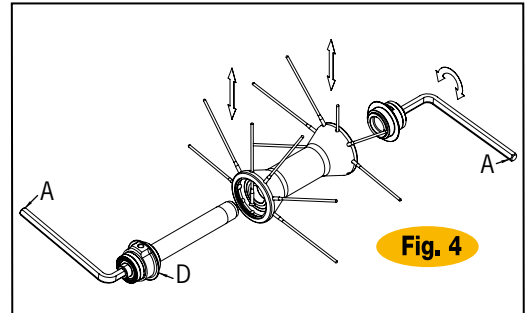

Fig. 4
- Enfiler deux clés 6 pans (A) dans les contre-écrous à l'extrémité des moyeux et dévissez les dans le sens contraire des aiguilles d'une montre (Fig.4).
- Retirez le rayon à changer et insérez le nouveau rayon (Fig.4).
- Il est éventuellement possible d'effectuer un réglage grâce à la bague (D) en se reportant à la Section II: Moyeux – Moyeu avant. Contrôlez le roulement de la roue.